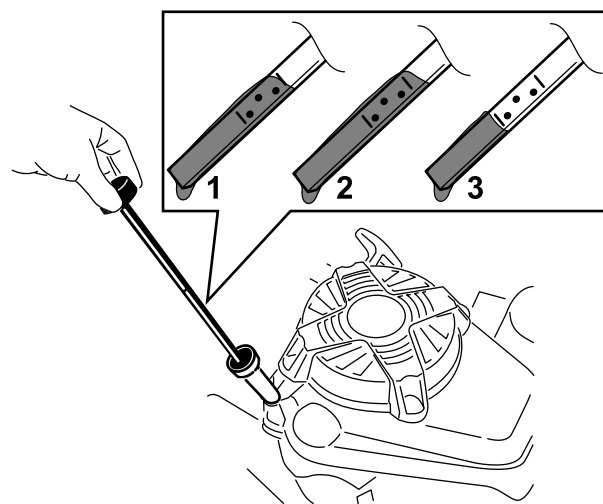

Рисунок 6
7. Определите уровень масла по отметкам на щупе (Рисунок 6).
2. Извлеките масломерный щуп, повернув крышку против часовой стрелки и вытянув ее (Рисунок 6).